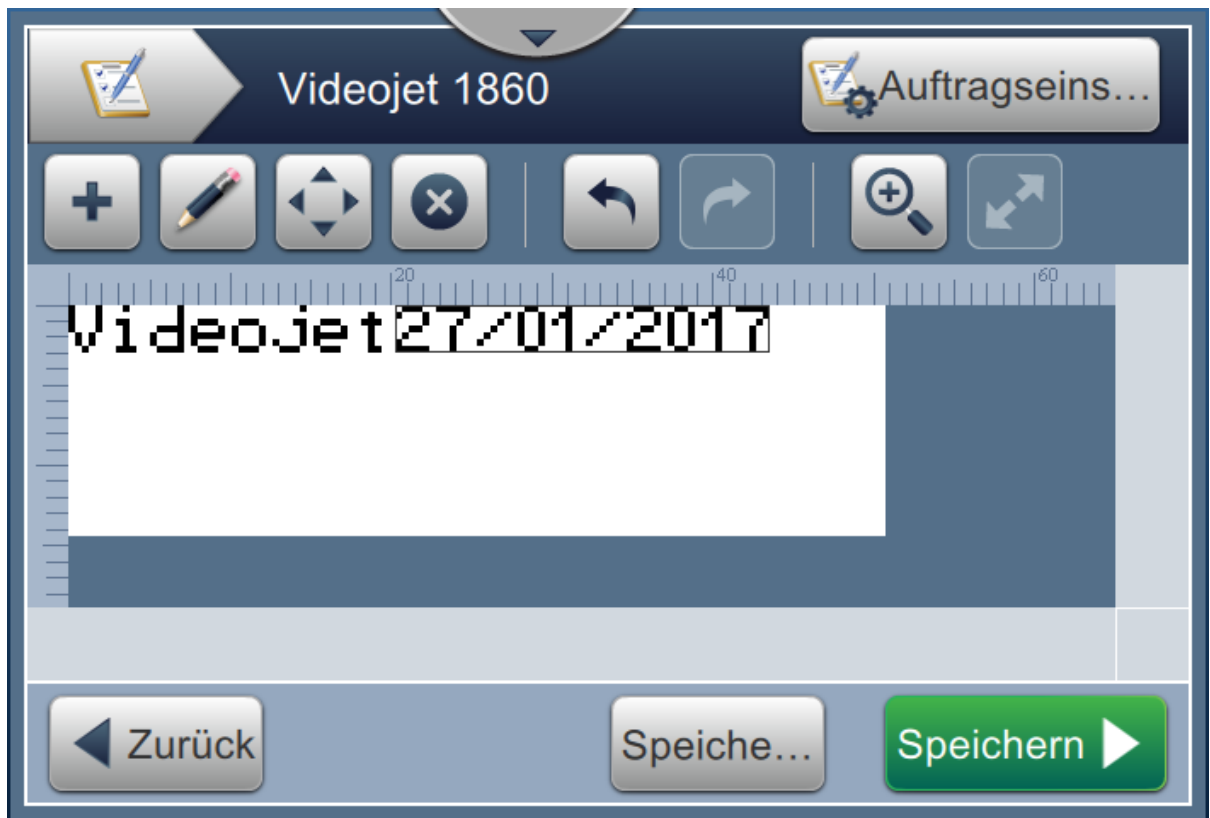

Abbildung 5-20: Datumsfeld
21. Berühren Sie die  Schaltfläche, um die vorgenommenen Änderungen zu speichern. Das Datumsfeld wird im Auftrag eingefügt (siehe Abbildung 5-20).